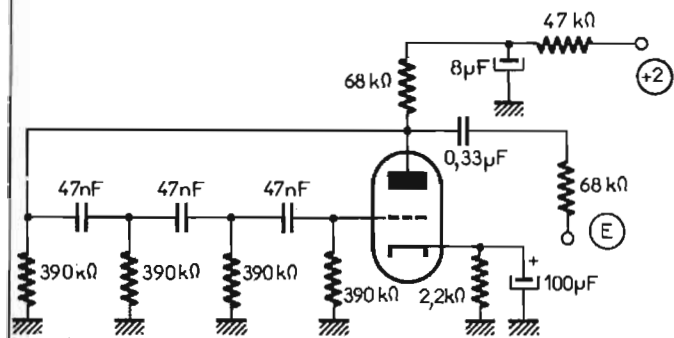
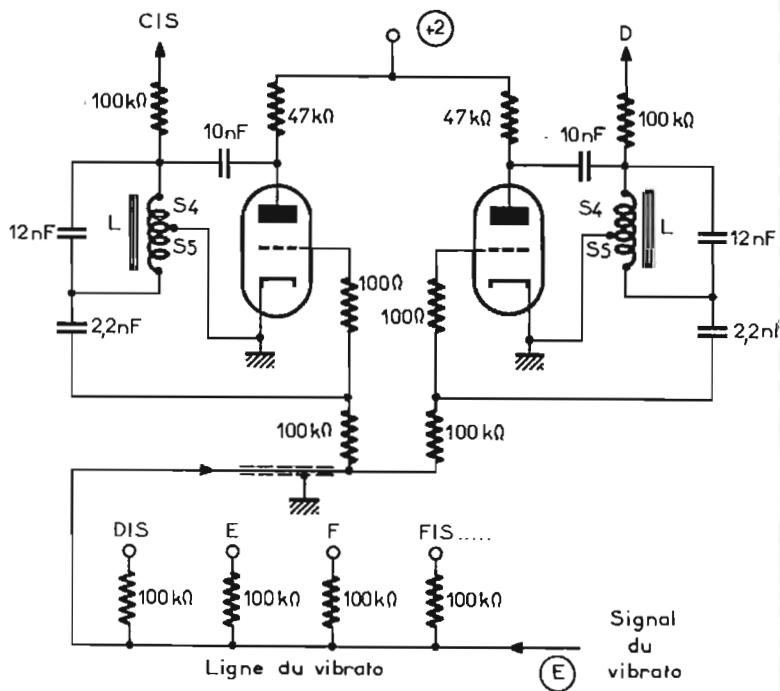

Fig. 4
Fig. 3
Voici à la figure 3 un schéma à deux oscillateurs convenant aux notes de dieze (CIS) et ré (D) chacun réalisé avec un élément triode de ECC83 double triode. Tous les 12 oscillateurs sont de schéma identique. Ils ont une ligne commune de vibrato qui reçoit un signal à très basse fréquence d'un générateur de vibrato à triode ECC83 dont le schéma est donné par la figure 4. C'est un oscillateur RC sinusoïdal à déphasage. Le point E est à relier à la ligne de vibrato des douze oscillateurs Hartley. Le point + 2 est la désignation d'un + alimentation, le même que pour les oscillateurs de la figure 3.
Revenons aux oscillateurs de la figure 3. Les sorties des signaux sont aux extrémités indiquées par les flèches des résistances de $100\text{ k}\Omega$ reliées aux bobines L composées de S_4 et S_5 . On peut voir que l'oscillation s'obtient par réaction positive de la plaque vers la grille.